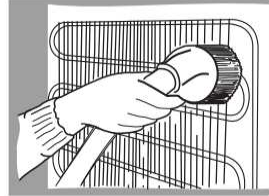

Fig. 8
- Pour le nettoyage, utilisez une brosse sèche et souple, un chiffon électrostatique ou un aspirateur (fig. 8).